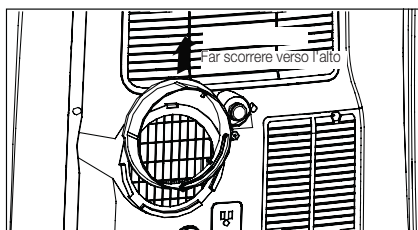

Fig. 4
2. Togliere l'adattatore A dall'apparecchiatura facendolo scorrere verso l'alto (fig. 4).